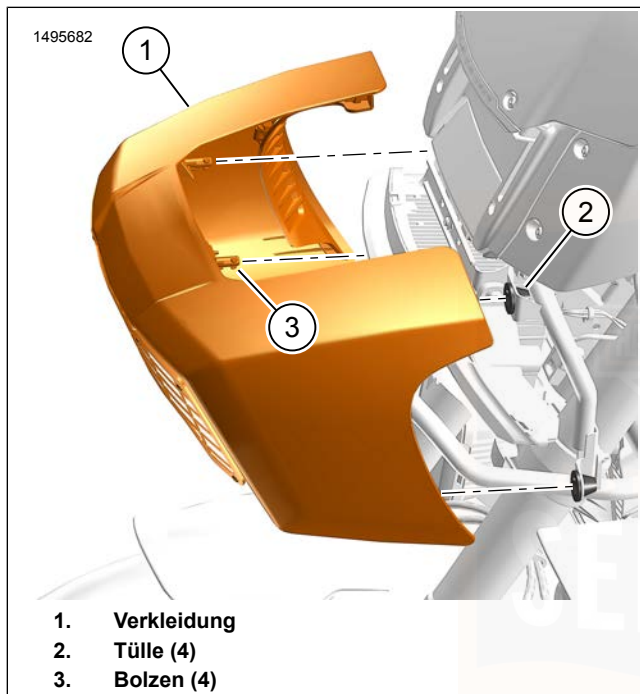

Abbildung 76. Verkleidung
1. Siehe Abbildung 76. Die Verkleidung abbauen.
- a. Die Verkleidung (1) von den Tüllen (2) wegziehen.
1. Siehe Abbildung 76. Die Verkleidung anbringen.
- a. Die Verkleidungsbolzen (3) auf die Tüllen (2) ausrichten.
- b. Die Verkleidung (1) in die Tüllen schieben.